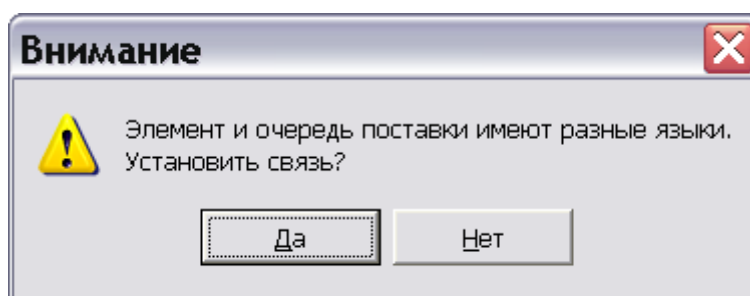

Рис. 23.21
2. Если язык версии МД отличается от языка очереди поставки, с выпуском которой устанавливается связь, то появится соответствующее предупреждение системы (Рис. 23.21).